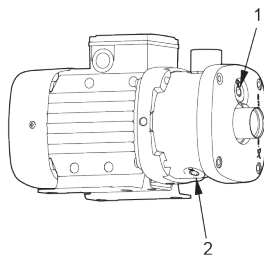

Рис. 13 Положение отверстия для заливки и дренажного отверстия
3. Открутите пробку заливочного отверстия. См. рис. 13.